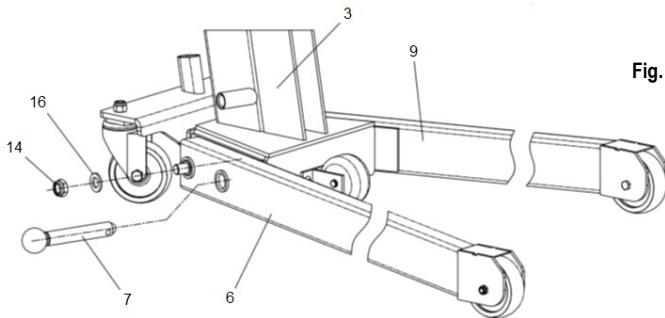

Fig. 3
2. Assembler les pieds avant (6 et 9 – Fig. 3) au châssis (3 - Fig. 3) comme indiqué sur la figure, les fixer à l'aide de l'écrou (14 – Fig. 3) et du joint (16 – Fig. 3) puis introduire le boulon du pied avant (7 – Fig. 3).